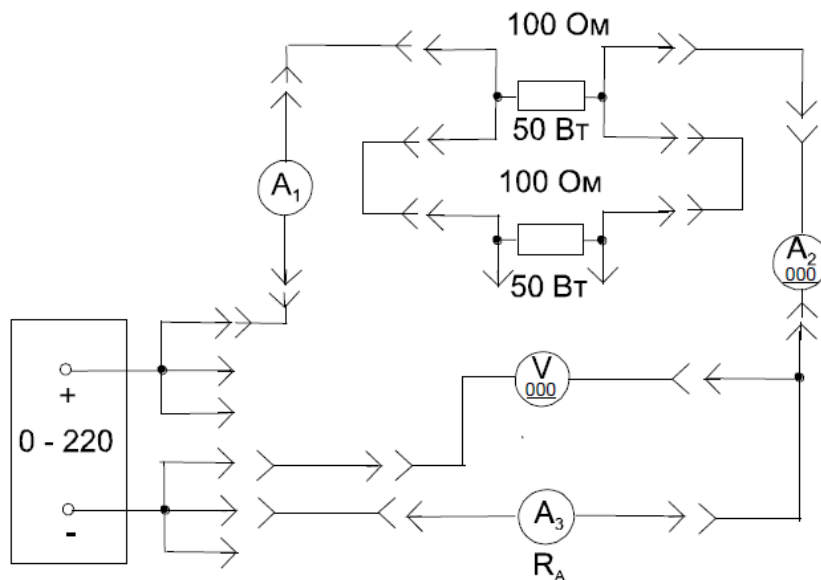

Рис. 8
6.2. Собрать электрическую цепь в соответствии с монтажной схемой, приведенной на рис. 8. В схеме измерение тока в цепи амперметра $A3$, сопротивление которого измеряется, производится цифровым вольтамперметром, подготовленным для измерения постоянного тока на пределе 0-2 А, а измерение напряжения на амперметре $A3$ — цифровым вольтметром.